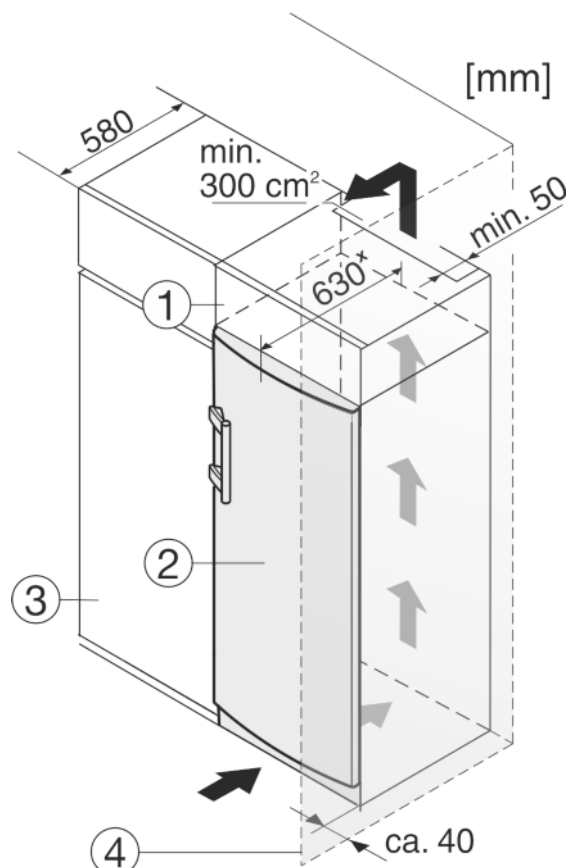

Fig. 10
Het apparaat kan in keukenkasten worden ingebouwd. Om het apparaat Fig. 10 (2) aan de hoogte van het keukenblok aan te passen, kan boven het apparaat een opzetkast Fig. 10 (1) worden aangebracht.
Bij een ombouw met keukenkasten (diepte max. 580 mm) kan het apparaat direct naast de keukenkast Fig. 10 (3) worden geplaatst. Het apparaat steekt aan de zijkant 34 mm * en in het midden 50 mm * uit ten opzichte van het keukenkastfront.
Plaatst u het apparaat met de scharnierkant naast een muur Fig. 10 (4), dan moet de afstand tussen apparaat en muur minstens 40 mm bedragen. Dit in verband met het uitsteken van de deurgreep bij een geopende deur.